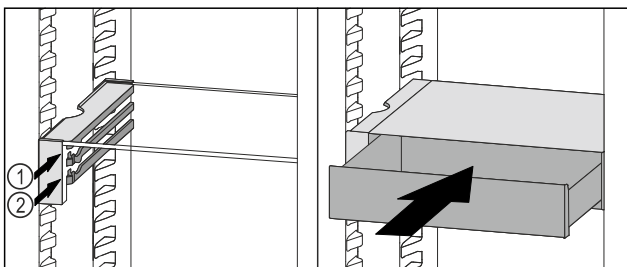

Fig. 91
- VarioSafe-Schubfach hinter den Stoppern auf gewünschter Rippe Fig. 91 (1) oder Fig. 91 (2) aufsetzen.